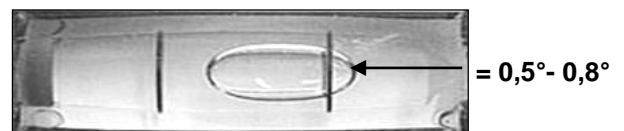
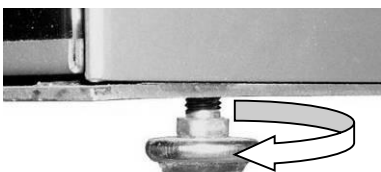

Abbildung 23: Anzeige Wasserwaage
Abbildung 25: Stellfüße Ego
so viele der beiliegenden Unterlegscheiben legen, bis die Wasserwaagen-Anzeige wie in Abbildung 23 aussieht.
- 3.** Die beiden vorderen Stellfüße durch Drehen so verstellen (Abbildung 25), dass sich die Anzeige der Wasserwaage wie in Abbildung 23 dargestellt, einstellt.